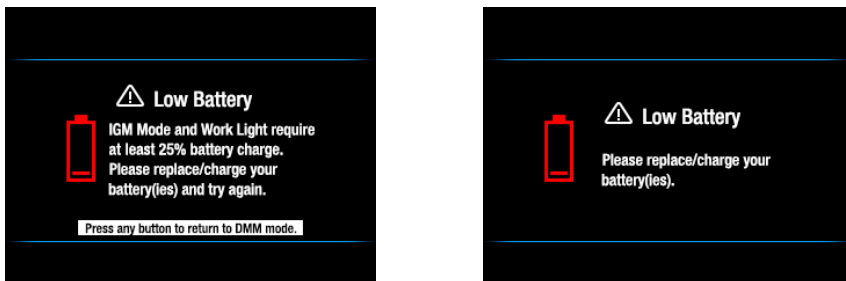

FIG. 5-1 Alertas de batería débil
2. Si el indicador de la batería  muestra que el voltaje de la batería es bajo, si aparece una de las pantallas de Batería débil (Fig. 5-1), o si el medidor no enciende, reemplace las tres (3) baterías 'AA'. Consulte la Sección 13.2 Reemplazo de la batería. Si usa el sistema de carga Modelo TA04, por favor recargue la batería recargable.